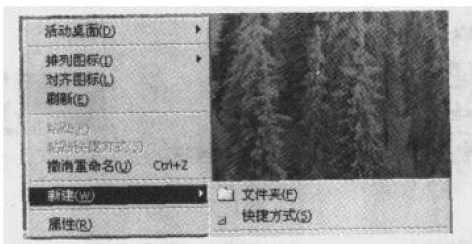

图 1.5
(1) 在 Windows 桌面空白处单击鼠标右键, 弹出如图 1.5 所示的菜单。
(2) 选择图 1.5 中的【新建】→【快捷方式】选项, 这时会弹出如图 1.6 所示的对话框。在对话框中单击【浏览】按钮, 找到可执行文件 Cimit.exe, 建立如图 1.7 所示的桌面快捷方式图标。